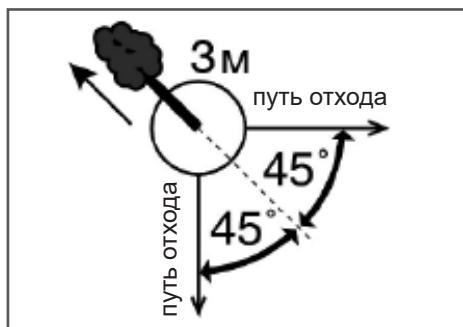

Рис. 15 Определение путей отхода
- Обязательно определите путь отхода. Путь отхода (Рис. 15) должен быть направлен по диагонали в сторону, противоположную направлению падения, под углом 45 градусов, и вы должны отойти минимум на 3 метра от ствола, на тот случай, если во время падения комель дерева отскочит в сторону. Зона безопасности вокруг оси дерева должна быть не менее 2½ высоты дерева.